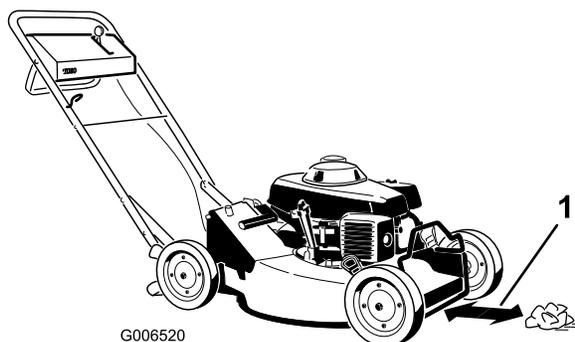

Figure 16
6. Placez une boule de papier journal à 12,7 cm (5") devant la tondeuse (Figure 16).
- A. Placez une boule de papier journal à 12,7 cm (5") devant la tondeuse (Figure 16).